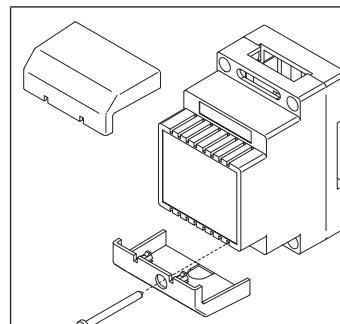

Fig. 3
- Rimuovere i coperchi copri-morsetti svitando le relative viti e tirandoli verso l'alto (**Fig. 3**)